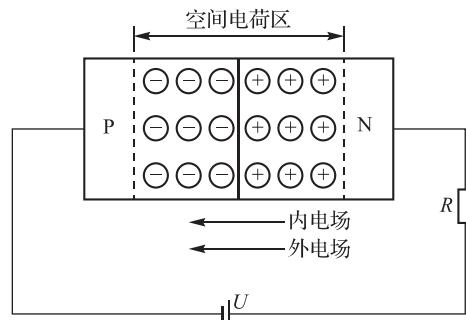

图 1-8 外加反向电压
(2) 反向特性。反向特性是 PN 结外加反向电压,即电源正极接 N,电源负极接 P 时的特性,如图 1-8 所示。PN 结外加反向电压也称为反向偏置,这时外电场与内电场方向一致,空间电荷区加宽,多数载流子的扩散难以进行,扩散电流大大减小;但空间电荷区加宽有利于少数载流子的漂移,少数载流子形成的漂移电流与扩散电流方向相反,因此漂移电流又称为反向电流。反向电流是少数载流子形成的,少数载流子的浓度很低,所以反向电流很小;温度一定时,反向电流基本不随反向电压变化。